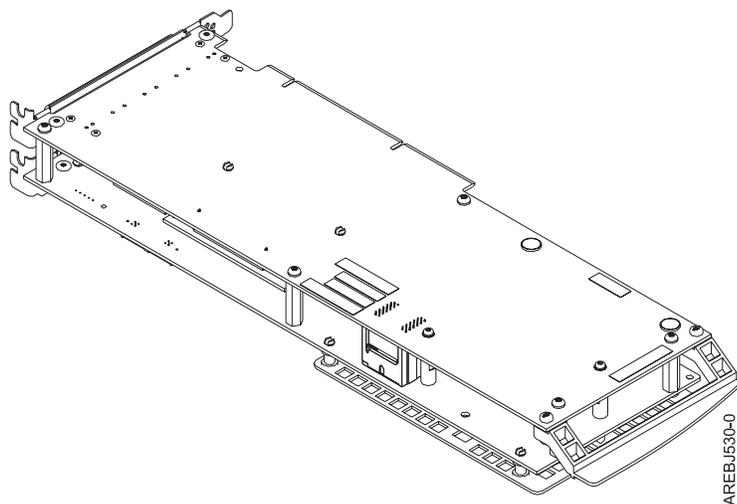

Abbildung 27. Kartengruppenadapter 572F/575C
2. Legen Sie den Kartengruppenadapter 572F/575C auf eine gegen elektrostatische Entladung geschützte Oberfläche und richten Sie ihn wie in Abb. 27 gezeigt aus.